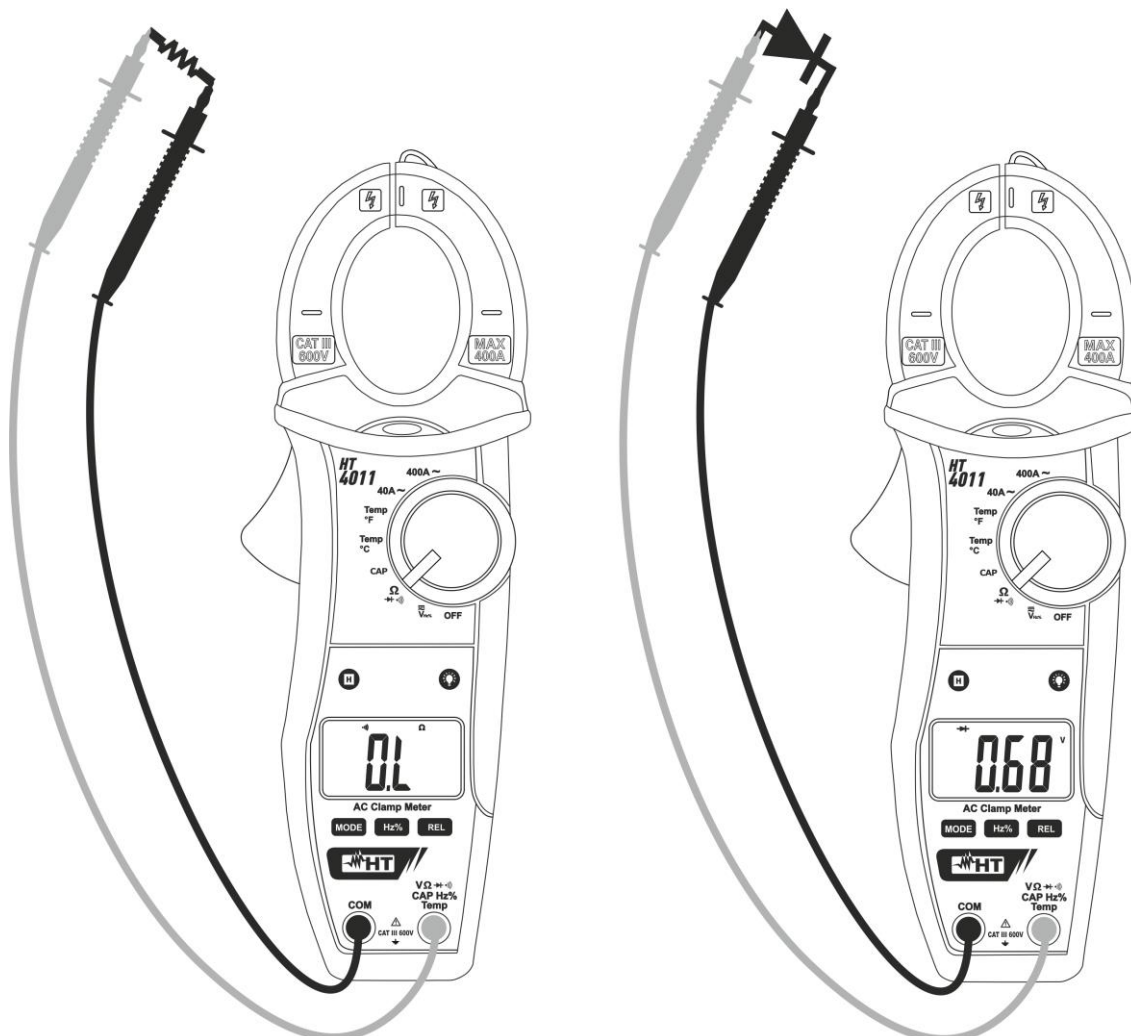

Fig. 7: Uso da pinça para Testes de Continuidade e Testes de díodos
3. Inserir o cabo vermelho no terminal de entrada **VΩ→→CAPHz%Temp** e o cabo preto no terminal de entrada **COM** e efetuar o teste de continuidade no objeto em exame (ver Fig. 7 – parte esquerda). O sinalizador sonoro emite um sinal acústico quando o valor da resistência medida é inferior a cerca de 150Ω.
5. Conectar a ponteira vermelha ao ânodo do díodo e a ponteira preta ao cátodo no caso de medição de polarização direta (ver Fig. 7 – parte direita). Inverter a posição das ponteiros no caso de medição de polarização inversa.